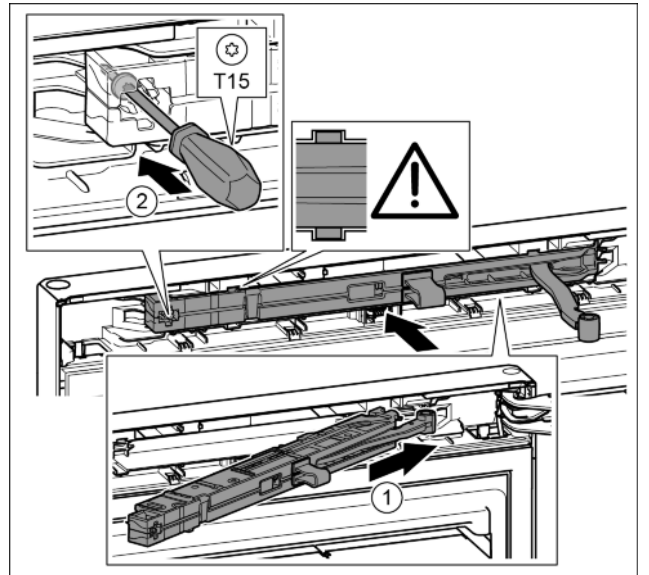

Fig. 41
- ▶ Під нахилом просуньте демпферний вузол з боку опорного кронштейна в отвір до упору. Fig. 41 (1)
- ▶ Закрутіть гвинт за допомогою викрутки T15. Fig. 41 (2)